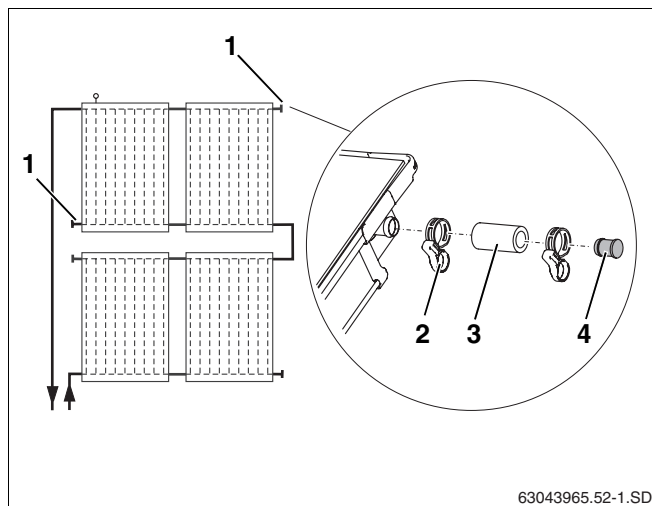

Fig. 40 Montage des bouchons pleins prémontés
Fermez les raccords de capteurs que vous n'utilisez pas à l'aide des bouchons pleins (fig. 40, **pos. 1**).
- Insérer les tubes solaires 55 mm (fig. 40, **pos. 3**) avec les bouchons pleins prémontés sur les deux raccords libres.